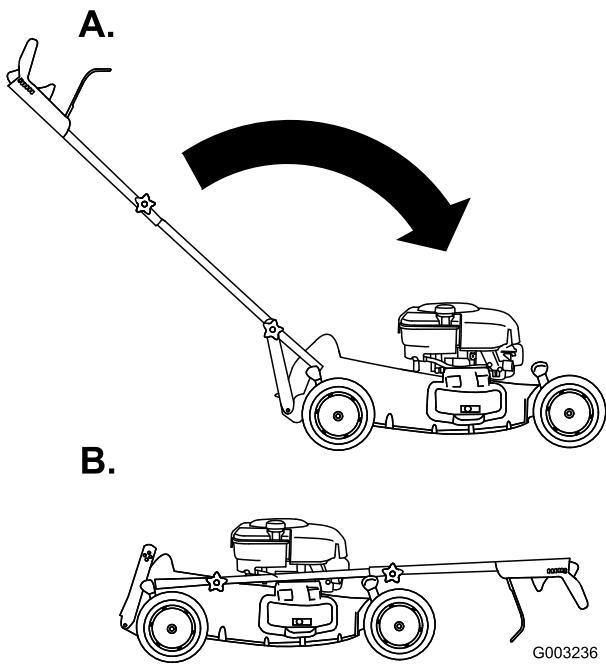

**Figura 49**
1. Retire los pomos del manillar inferior (Figura 49).
2. Desenganche los soportes del manillar inferior del extremo inferior de ambos lados del manillar (Figura 49).